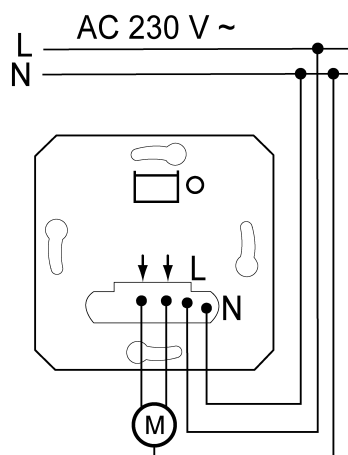
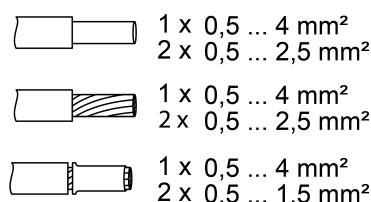

Imagen 2: Conexión del módulo electrónico de persiana
Imagen 3: Sección de línea enchufable
- Conectar el módulo electrónico de persiana según el plan de conexiones (Imagen 2). Tenga en cuenta las secciones de cable conectables por apriete (Imagen 3).